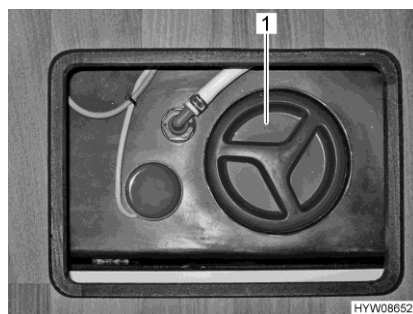

Fig. 170 Ouverture de nettoyage (réservoir d'eaux usées)
- Ouvrir l'ouverture de nettoyage (Fig. 170,1) du réservoir d'eaux usées et le robinet de vidange.